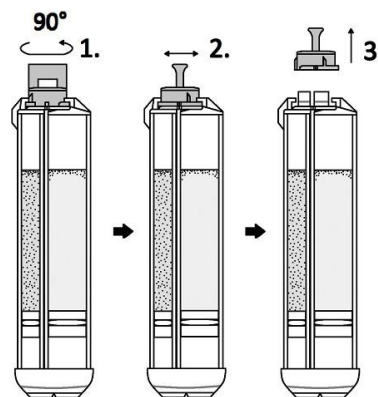

Fig. 3
3. Hold sprøyten fast med spissen opp, vri proppen 90° mot klokken og fjern proppen i en svaiende sideveis bevegelse (fig. 3).